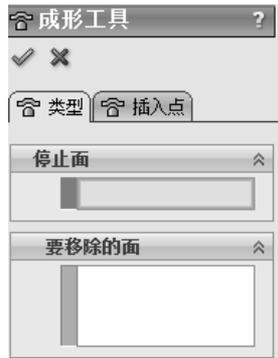
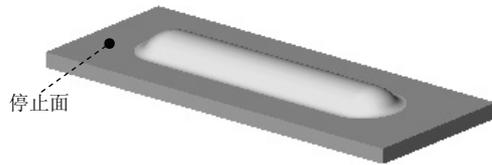

图 4.3.2 “成型工具”对话框
图 4.3.3 成型工具
(1) 选择命令。选择下拉菜单 插入(I) →  钣金(B) →  成型工具 命令，系统弹出图 4.3.2 所示的“成型工具”对话框。
(2) 定义成型工具属性。
① 定义停止面属性。激活“成型工具”对话框中的 停止面 区域，选取图 4.3.3 所示的停止面。
② 定义移除面属性。由于不涉及移除，成型工具不选取移除面。
(3) 单击 按钮，完成成型工具 1 的创建。